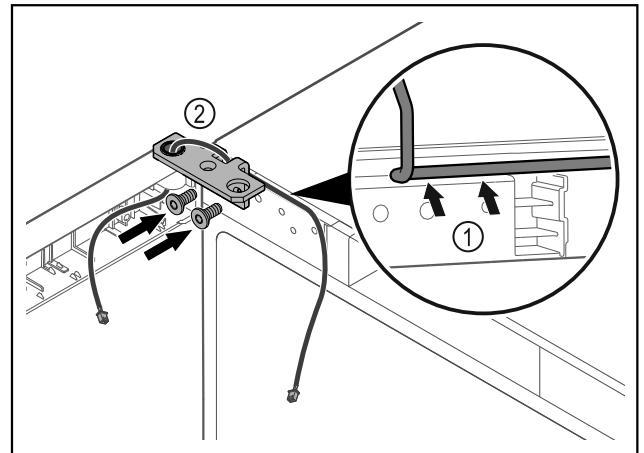

Fig. 37
- Introdurre il cavo nel foro della cerniera angolare e posarlo con cautela Fig. 37 (1).
- Avvitare la cerniera angolare Fig. 37 (2).